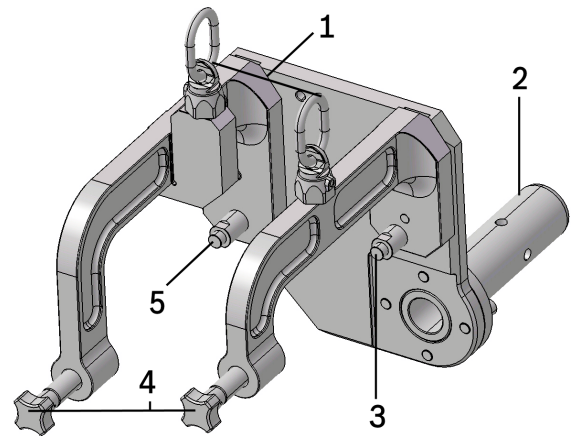

Figura 1: Suporte de caixa de transmissão T40344
3. Retire a cavilha (3) do suporte de caixa de transmissão e guarde-a num local seguro (consulte a Figura 1).